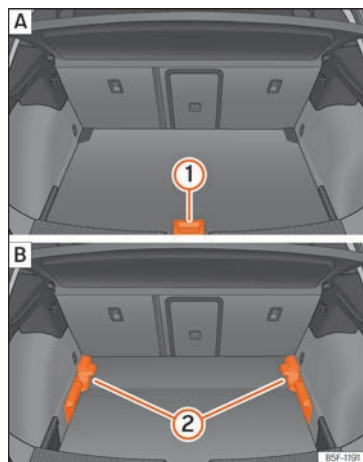

Fig. 132 Suelo variable del maletero: **A** posición alta; **B** posición baja.
- Para pasar de la posición baja a la alta, levante el piso por el asidero »» **fig. 132** **1**, tire de él hacia atrás hasta que la parte delantera del piso rebase totalmente los soportes »» **fig. 132** **2**.
- Para pasar de la posición alta a la baja, levante el piso por el asidero »» **fig. 132** **1**, tire de él hacia atrás hasta que la parte delantera del piso rebase totalmente los soportes »» **fig. 132** **2**.
- Con el suelo variable en posición alta, levántelo por el asidero » fig. 132 ①, tire de él y empuje hacia el respaldo de los asientos posteriores hasta que se doble por la línea de bisagra y la parte móvil del piso repose sobre el mismo.